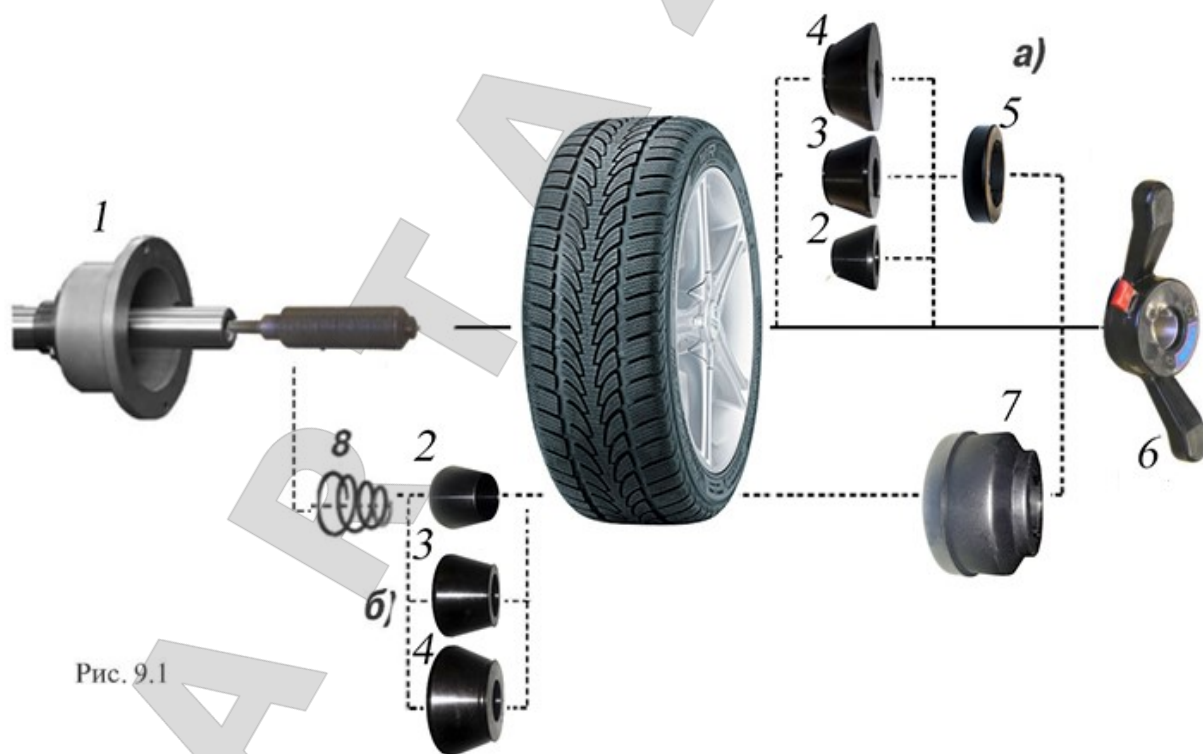

Рис. 9.1
зависимости от конфигурации обода конус может быть установлен как с внешней стороны обода (вариант "а"), так и с внутренней (вариант "б") (см. рис. 9.1)
9.5. СБ оборудован педалью для ускорения установки колеса по (варианту «б») (см. рис. 9.1) Установите колесо на конус, установите быстросъемную гайку, нажмите два раза педаль, удерживая колесо и быстросъемную гайку. Вал СБ начнет вращаться, зажимая колесо, когда колесо будет зажато вращение вала остановится. Окончательно затяните колесо быстросъемной гайкой вручную.